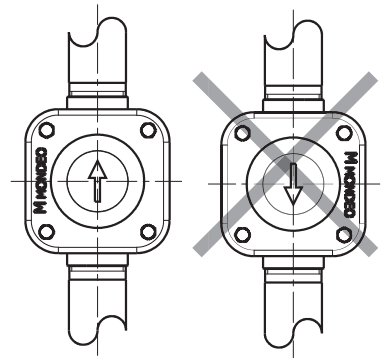

fig. 2
- A válvula pode ser instalada na posição vertical (Fig. 2) com a seta de direção do fluxo virada para cima.